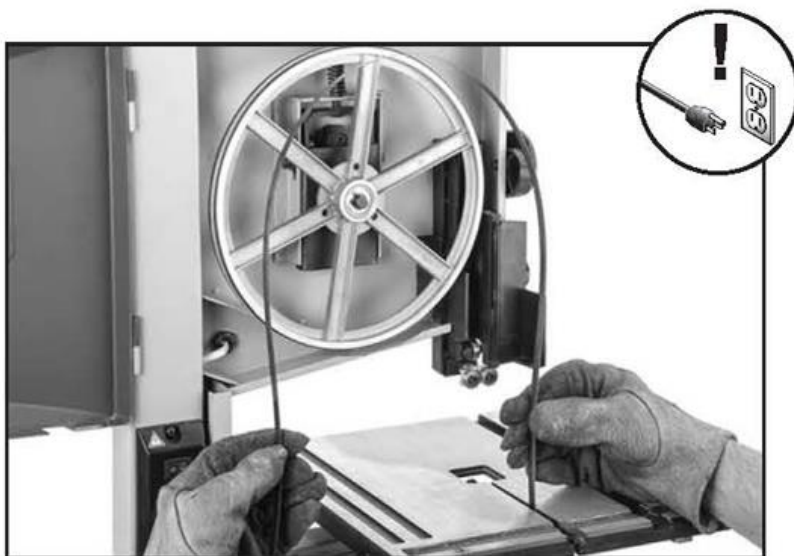

Рисунок 37. Пример снятия пильного полотна.
7. Снимите пильное полотно с маховиков, просуньте его в прорезь стола (см. рис. 37) и извлеките из станка.